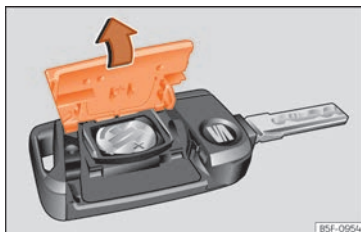

Fig. 141 Llave del vehículo: apertura de la tapa del compartimento para la pila.
- Retire la tapa en la parte trasera de la llave del vehículo **» fig. 141** en la dirección de la flecha **» ①.**
- Coloque la tapa tal como se muestra **» fig. 141** y presiónela en la carcasa de la llave del vehículo en sentido contrario a la flecha hasta que encastre.